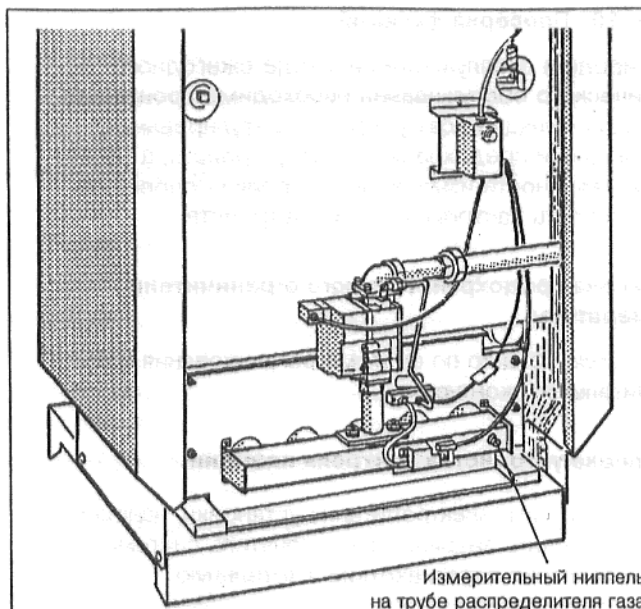

Рис. 21: Газовая горелка
- Ослабить резьбовую пробку измерительного ниппеля на трубе распределителя газа на два оборота (Рис. 21).